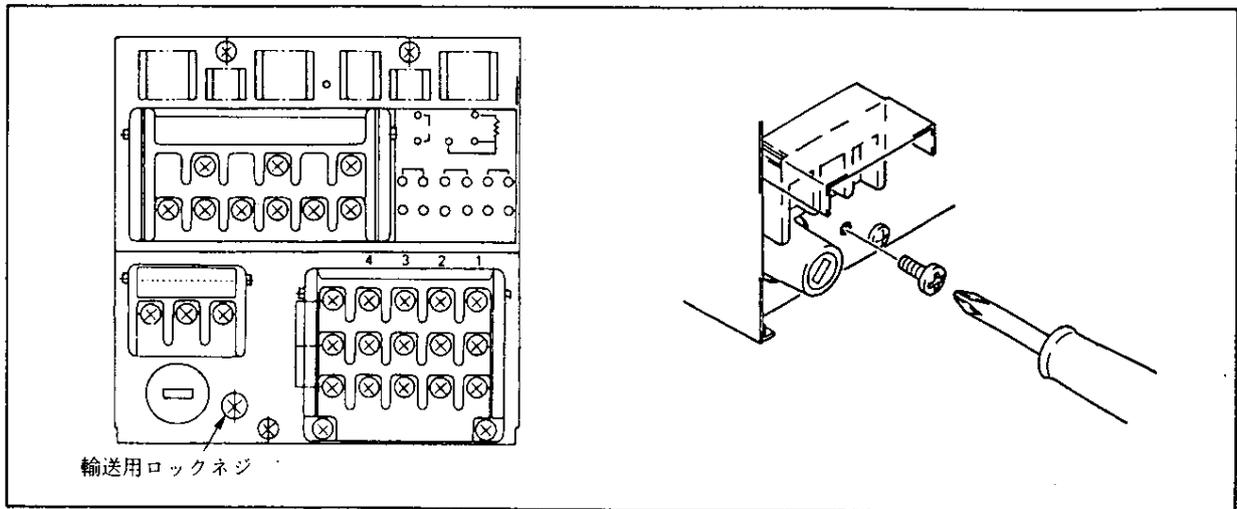

図 1.2
① 輸送用ロックネジは、本器の背面にあります（図 1.2 参照）。